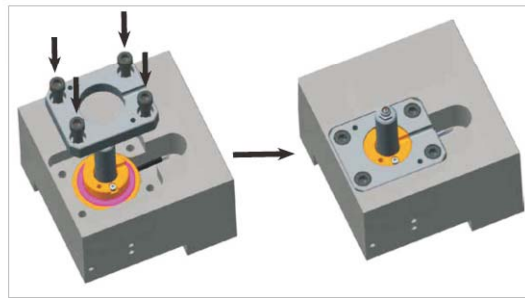

图11-25 连接定制支撑板
6. 用四个内六角螺钉将定制支撑板连接到分流板型腔板上。拧紧至72Nm(53 ft-lb)。见图11-25。